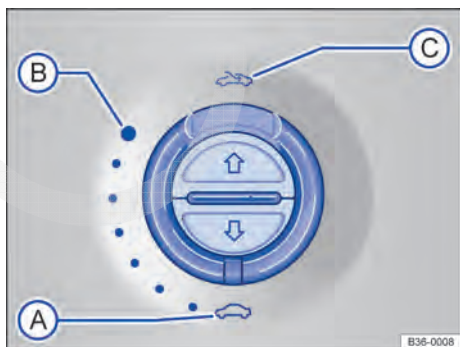

Fig. 41 No revestimento do teto: girar o interruptor para abrir e fechar.
⇒ Fig. 41
- O interruptor ⇒ Fig. 41 deve estar girado na posição “Fechado” ⇒ Fig. 41 (A).